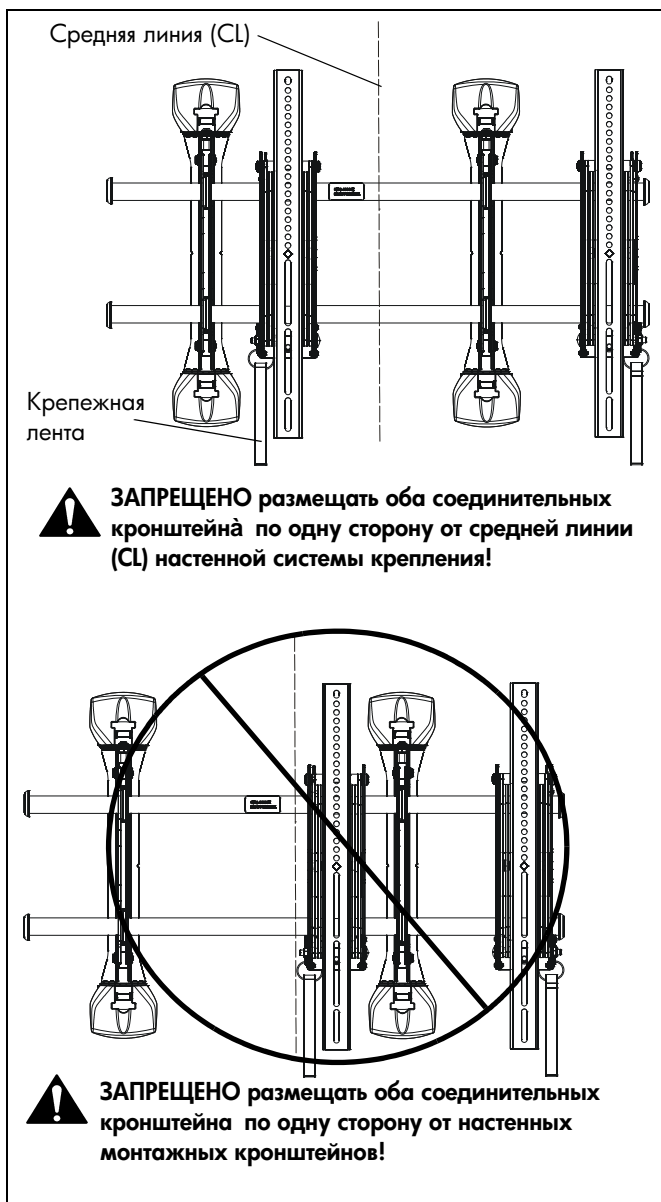

рис. 11
- Отрегулируйте длину крепежной ленты Velcro® (при необходимости) так, чтобы она не выступала за нижний край экрана. (См. рис. 11)
ПРИМЕЧАНИЕ. ЗАПРЕЩЕНО размещать оба соединительных кронштейна (U и V) по одну сторону от настенного монтажного кронштейна. (См. рис. 11)
ПРИМЕЧАНИЕ. НИКОГДА не размещайте оба соединительных кронштейна по одну сторону от средней линии настенной системы крепления! (См. рис. 11)